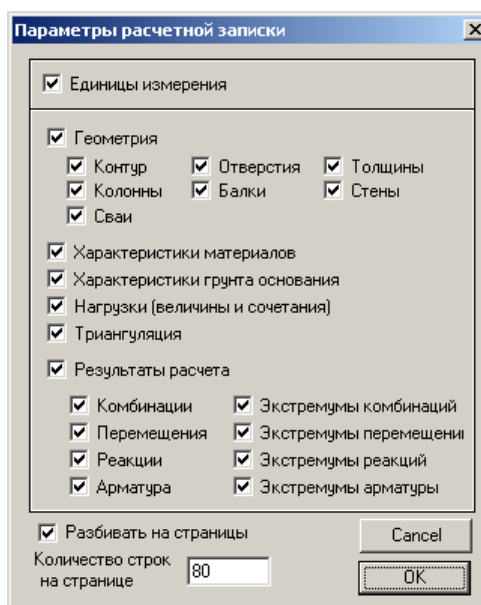

Рис.2.6.1. Окно диалога **Параметры расчетной записки**
- В открывшемся окне диалога **Параметры расчетной записки** (рис.2.6.1) все параметры оставьте по умолчанию.